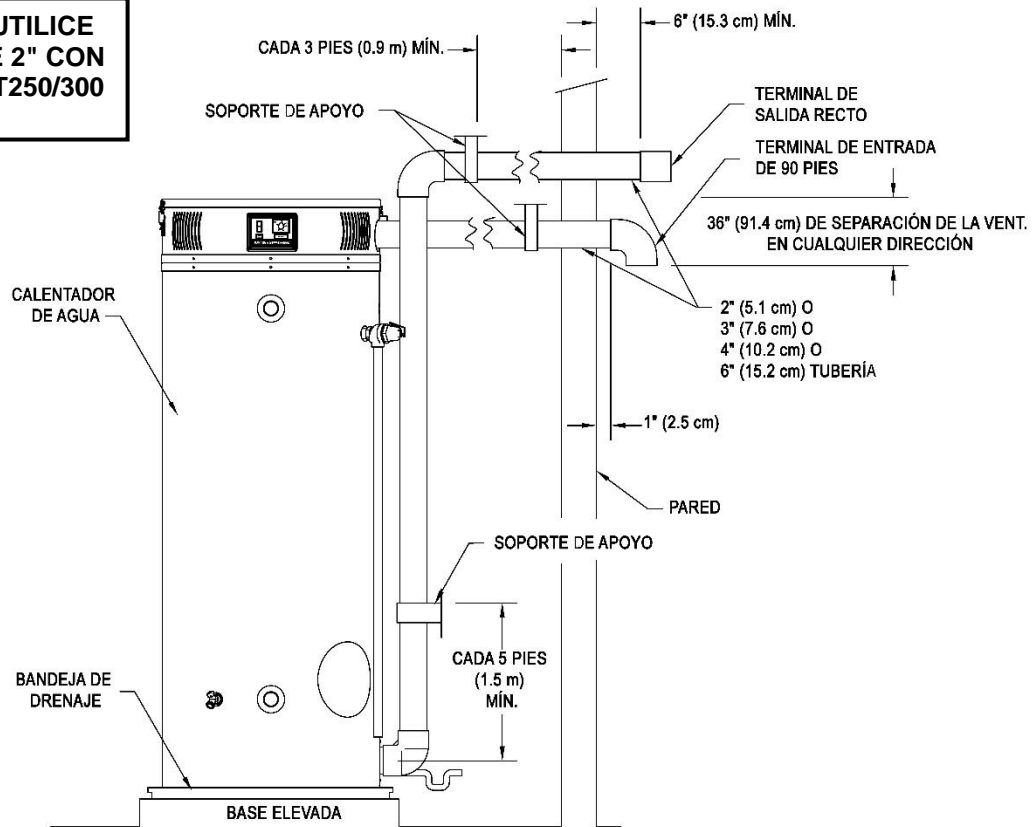

Figura 12: Sistema de ventilación directa típico horizontal
2. Use el cemento adecuado para fijar los terminales de la salida de ventilación y la entrada de aire proporcionados con el calentador de agua a la tubería. La distancia entre el borde posterior del terminal de salida de ventilación y la pared exterior (consulte la Figura 12) debe ser de 6 pulg (15.2 cm) más para el terminal de la salida de ventilación que para el terminal de la entrada de aire. Use el cemento o sellador y los procedimientos de ensamblaje adecuados para fijar las juntas del conector de ventilación entre el terminal y la salida del soplador. Utilice los soportes de apoyo cada 3 pies (0.92 m) de ventilación horizontal que exceda el terminal de entrada.